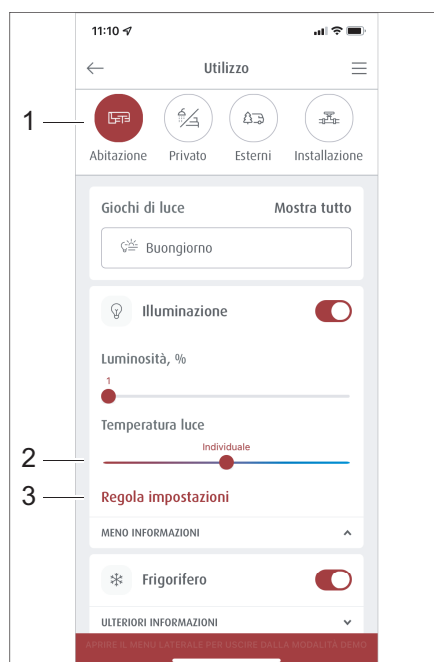
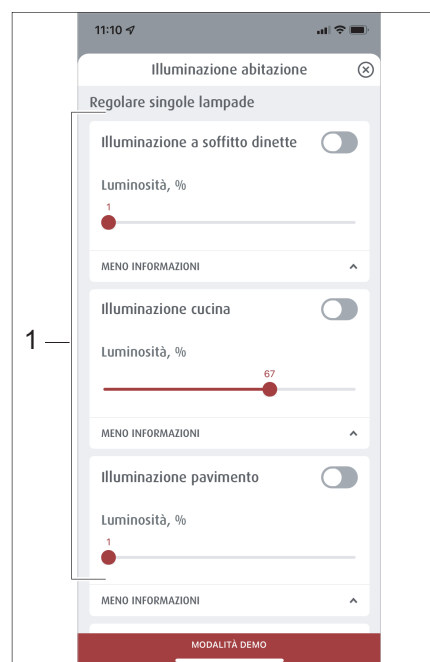

Fig. 283 Selezione di scenari preconfigurati
Fig. 284 Gestione degli scenari
- Digitare nel menu *Utilizzo* il pulsante *Abitare* (Fig. 283,1).
- Digitare nel menu *Abitare* su *Impostazione personalizzata luci* (Fig. 283,3). Il menu *Impostazione personalizzata luci* (Fig. 284) si apre.
- Selezionare nella scelta di illuminazione (Fig. 284,1) l'illuminazione desiderata e impostare con il regolatore a scorrimento (Fig. 283,2) la temperatura della luce.